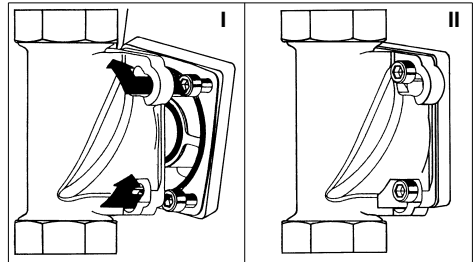

Abb. 7: Einbaudrehflansch mit Bajonett
jonettbohrungen hindurchgehen (siehe Abb. 7 I).
- Die vier Zylinderschrauben M6x130 fest anziehen (siehe Abb. 7 II).
- Die Enthärtungsanlage so an den mit „G“ gekennzeichneten Flansch des Umgehungsventils ansetzen, dass die Schraubenköpfe durch die Bajonettbohrungen hindurchgehen (siehe Abb. 7 I).